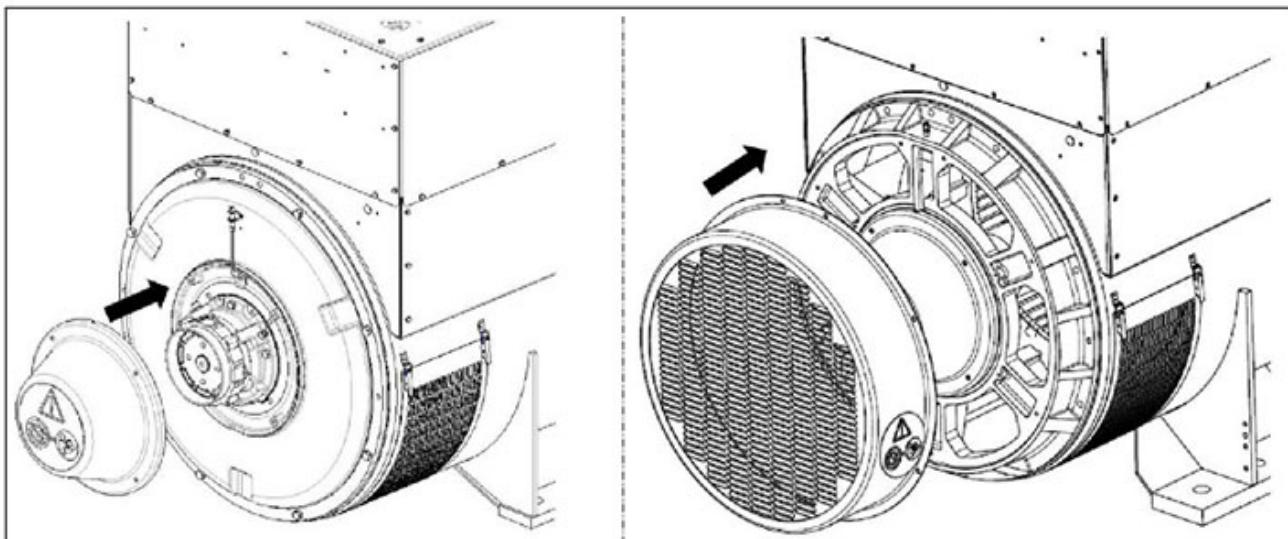

図 18. ローター輸送用サポートカバーの取り外しと取り付け手順
1. ローター輸送用サポートネジにアクセスするために必要なすべてのカバーを取り外します。参照: 図 18 ページ 31。
1. ローター輸送用サポートプランギングネジにアクセスするために必要なすべてのカバーを取り外します。参照: 図 18 ページ 31。